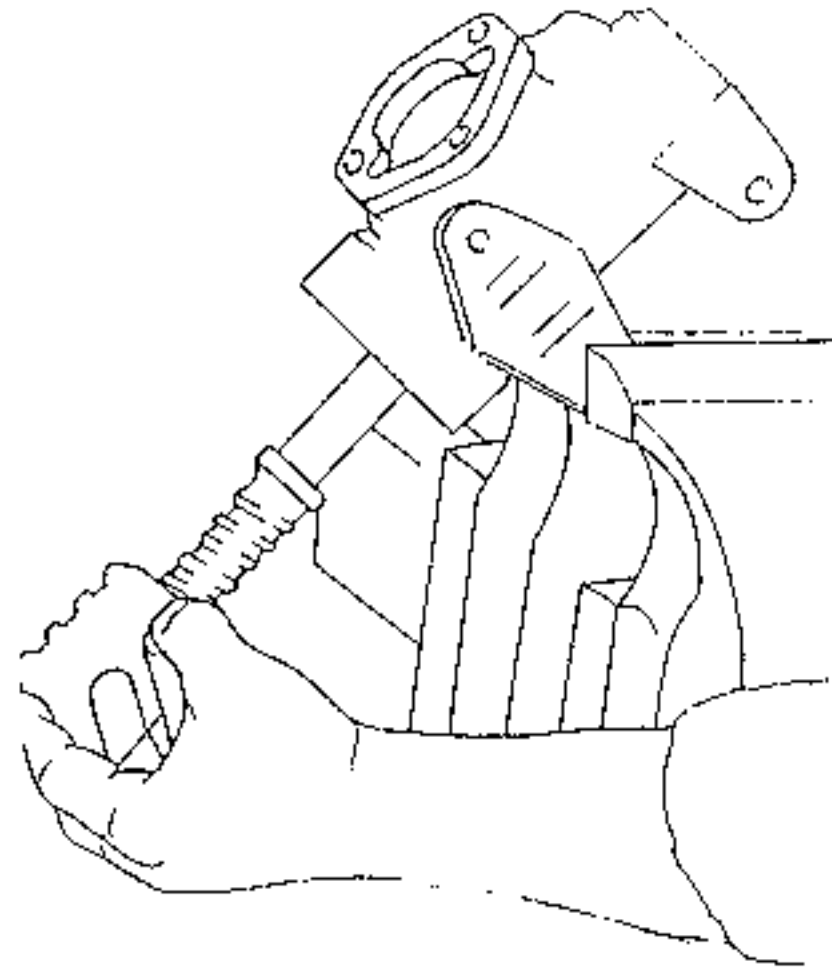

Bild 95
- Schneckenwelle und Lenkmutter aus dem Gehäuse herausziehen (Bild 95).
- Lenkmutter in die Mitte der Lenkschnecke drehen und die Schneckenwelle in das Gehäuse einsetzen (Bild 95).